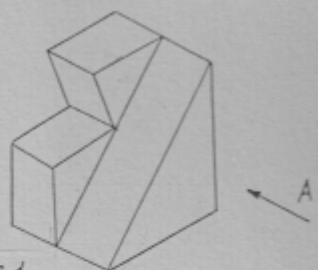

Рис. 1
1. Сколько треугольников входит в состав вида выполненного по стрелке А? (рис.1)